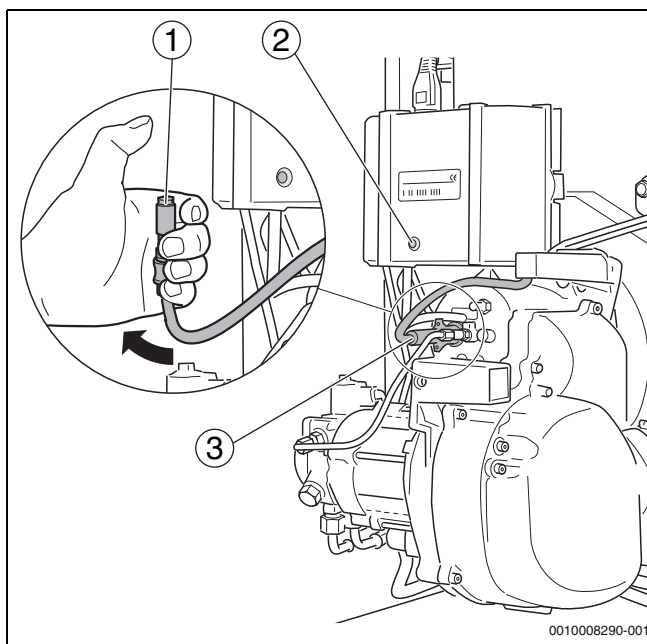

Рис. 28 Проверка работы фотодатчика контроля пламени
- ▶ При работающей горелке выньте фотодатчик контроля пламени из крепления за предусмотренную для этого ручку (→рис. 28, [3])
- ▶ Закройте фотодатчик контроля пламени большим пальцем (→рис. 28, [1]). После повторного пуска должно произойти выключение из-за неисправности.
- ▶ По истечении времени ожидания, составляющего примерно 30 секунд, нажмите кнопку reset (→рис. 28, [2]) для разблокировки автомата горения.